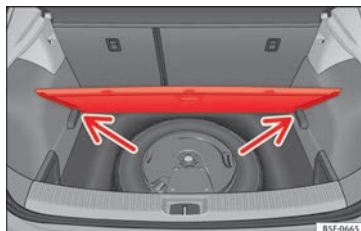

Bild 180 Bagageutrymme: löstagbart golv
- Låt golvet vila på dess höljen » **bild 180** (pilar).